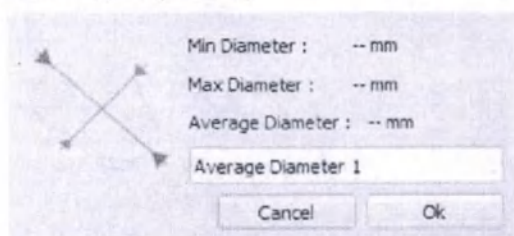

Рисунок 9: Всплывающее окно Средний диаметр
- Средний диаметр (Average diameter): свободное измерение максимальных и минимальных диаметров на любом виде 2D (Рисунок 9).